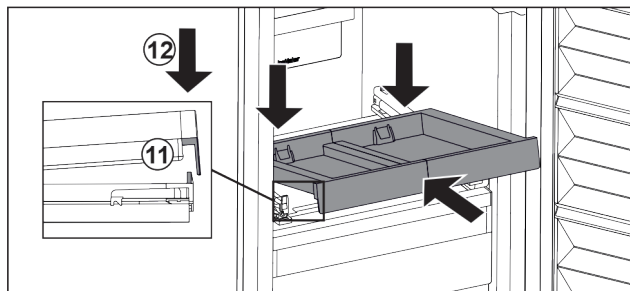

Fig. 98
- ▶ Šikmo zasuňte. Dbejte, aby byl na obou stranách doraz za západkou. Fig. 98 (11)
- ▶ Usadte vpředu vysouvací přihrádku. Fig. 98 (12)